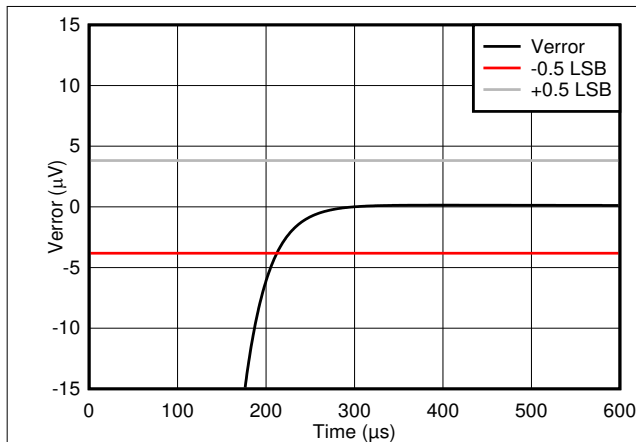

图 8-2. OPA828 输出稳定时间
*Analog Engineer's Calculator* 用于选择设置放大器和 ADC 之间信号衰减以及电荷桶所需的电阻和电容。选择输入和反馈电阻，以便提供  $-1/4$  的增益（例如，在反相配置中实现 4 倍衰减）。 $V_{\text{BIAS}}$  固定为  $2\text{V}$ ，从而实现  $0\text{V}$  至  $5\text{V}$  的输出摆幅。图 8-2 展示了该电路的仿真稳定时间。为了正常工作，放大器的输出必须在 ADC 采集周期结束前稳定在  $\pm 1/2$  LSB 范围内。在此示例中，使用 ADS8860 时，放大器的输出必须稳定在  $\pm 38.15\mu\text{V}$  范围内。 $V_{\text{error}}$  是放大器的预期输出与实际输出之差。